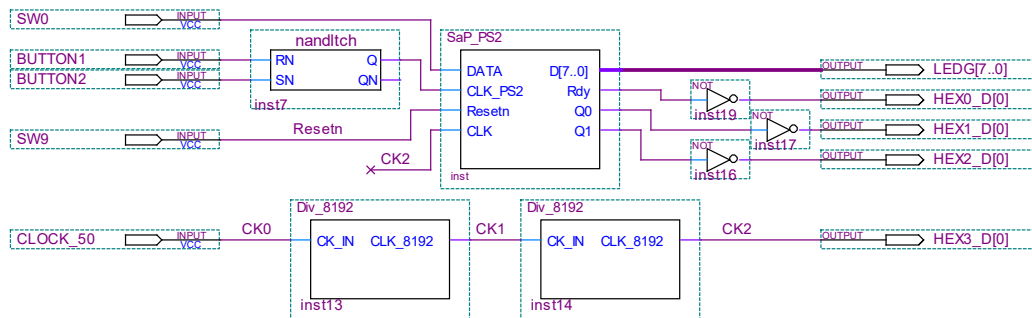

Figura 8. Circuito de prueba para la parte c)
- Para probar el circuito en la placa, generar un proyecto en el Quartus II que implemente el circuito de la figura 8. Los divisores de frecuencia se utilizan para lograr enlentecer el reloj y apreciar lo que está sucediendo. Analizar el circuito, simular, programar la placa y verificar el funcionamiento. Se deberá probar en forma exhaustiva.
- Breve explicación de cómo será probado el circuito de la figura 8 y qué deberá observarse en la placa DE0.